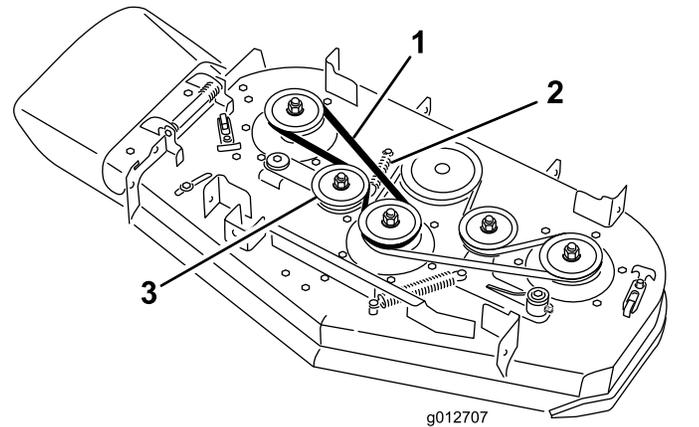

Figura 64
5. Retire a correia direita da plataforma do cortador (Figura 64).
7. Instale a correia previamente removida ou uma nova correia em redor das polias direita e intermédia da plataforma (Figura 64).